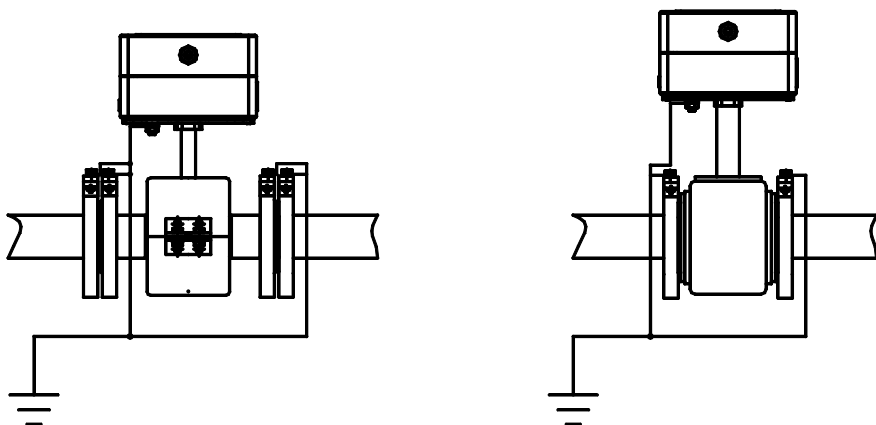

Рис.8.6
3. Надеть шлицевые гайки (6) и приварить конические штуцера (7).
4. Установить уплотнительные кольца (8) в муфты (3) и закрепить ПРП на трубопроводе шлицевыми гайками (6).
8.4.1 После установки расходомера необходимо обеспечить его заземление в соответствии с рис. 8.6. Заземление расходомера следует выполнять в соответствии с требованиями ПУЭ, т.е. путём непосредственного соединения заземляющего проводника с заземлителем, а не с трубопроводом.
8.5.5 Для предотвращения скапливания конденсата непосредственно перед герметичным вводом и попадания внутрь ППМ влаги рекомендуется сделать небольшой прогиб кабеля (см. рис. 8.6а).
рис. 8.6а